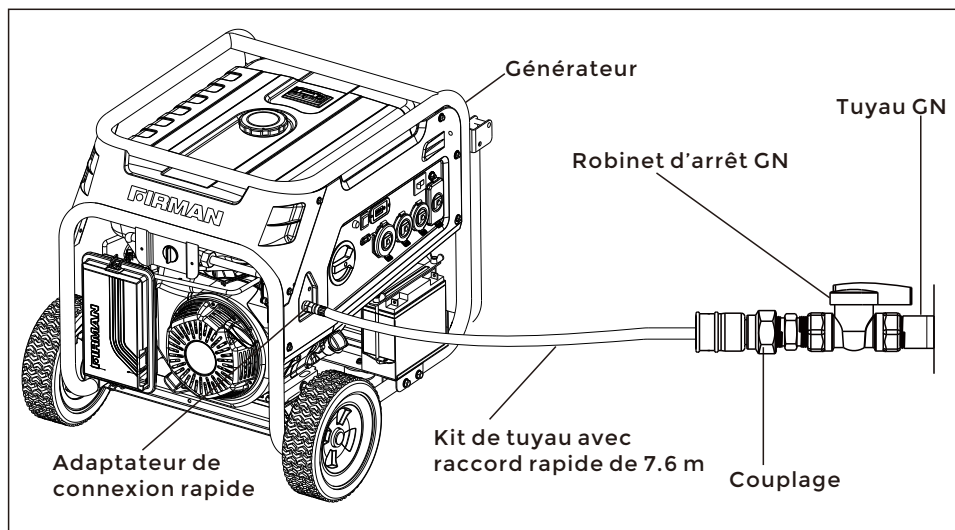

Figure 11
9. 1. Rincez la solution de test de fuite avec de l'eau propre après avoir effectué le test de fuite (Figure 11).